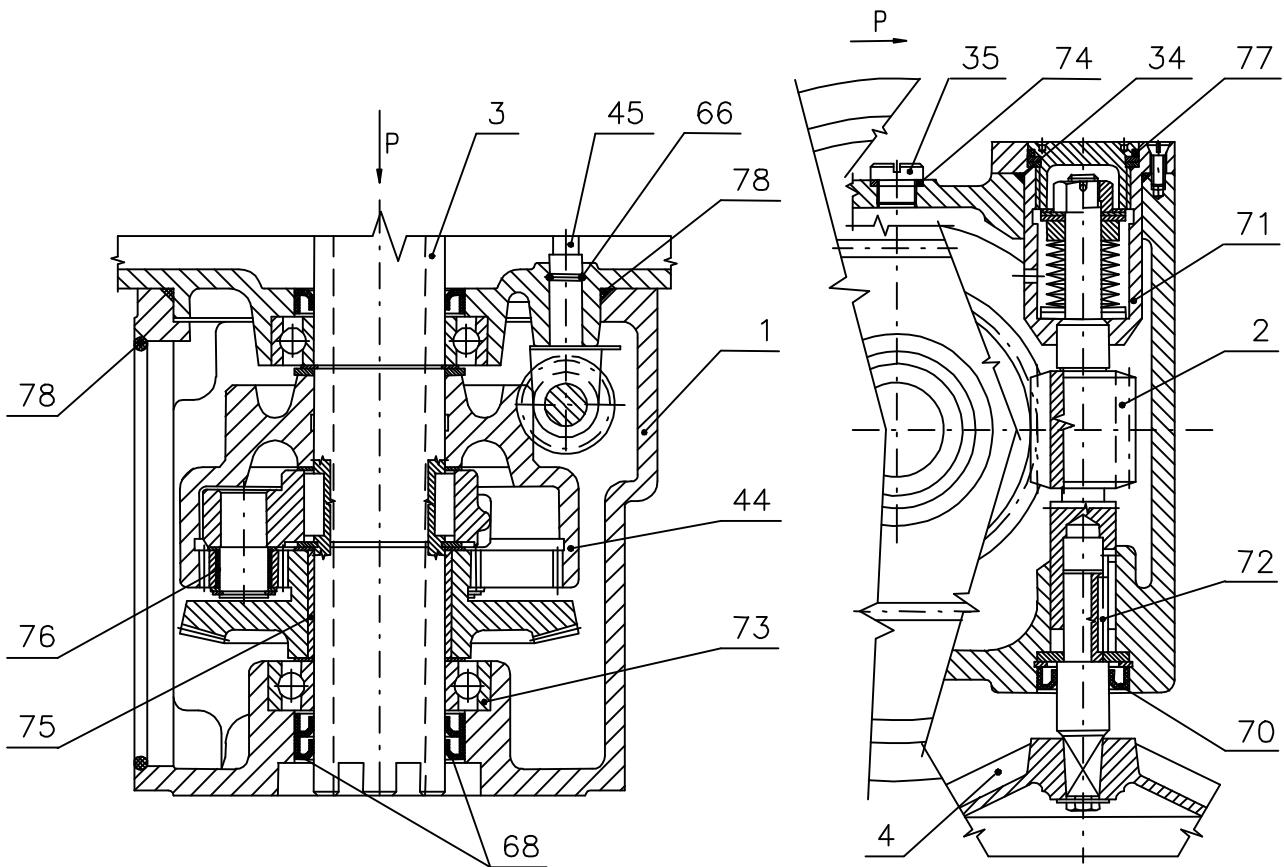
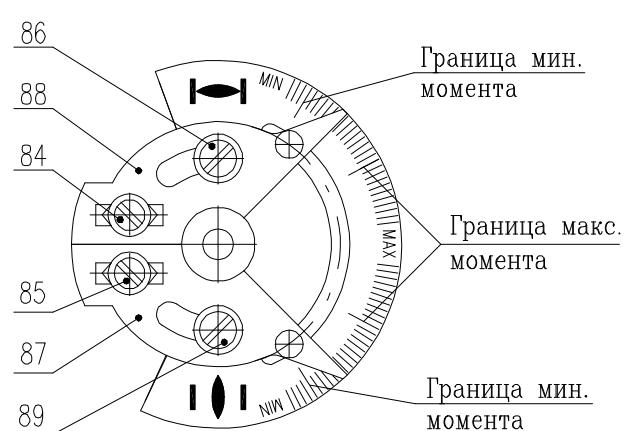

Рис. 2
Рис.4
Модуль М3 – силовая передача с ручным управлением (рис.2)
Моментное устройство (рис. 4 и 5) состоит из
- моментное колесо (рис. 4)
Моментное колесо (рис. 4) укреплено на моментном валике (45), выходящем от силовой передачи (рис. 2). Угол поворота моментного колеса пропорционален крутящему моменту на выходном вале (3) ЭП. Его величина устанавливается перестановкой сегментов (17) и передвижением упоров (18). Достигнутая величина крутящего момента переносится от моментного колеса на моментное устройство (9) при помощи моментного рычажка (42).